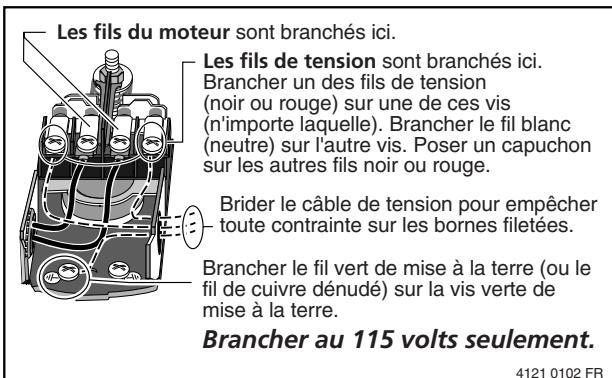

Figure 7 – Branchements des fils sur le courant d'alimentation en 115 volts
Le pressostat ressemblera à un de ceux illustrés à la Figure 7. En fonction du type de pressostat, le brancher sur le courant d'alimentation comme il est illustré.
1. Brancher tout d'abord le fil de mise à la terre, comme il est illustré à la Figure 7. Ce fil de mise à la terre doit être un fil de cuivre massif dont le diamètre sera au moins aussi gros que le diamètre des fils d'alimentation en courant.
- Brancher les fils d'alimentation en courant sur le pressostat, comme il est illustré à la Figure 7.